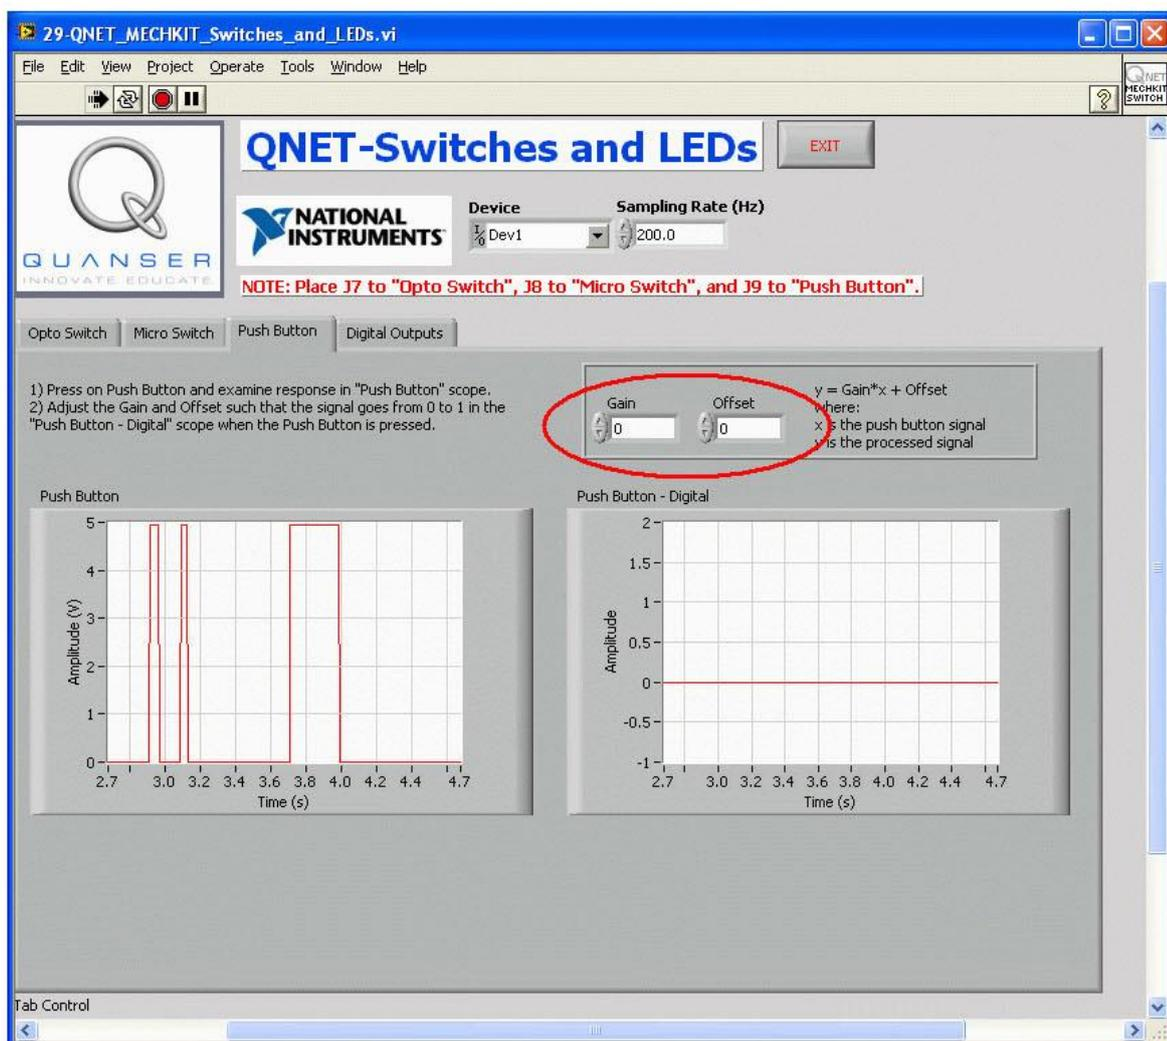

Рис. 57. Калибровка кнопки
3. Настройте элементы управления *Gain* и *Offset* (рисунок 57) так, чтобы при нажатии на кнопку сигнал на индикаторе *Push Button – Digital* переходил от уровня 0 к уровню 1.